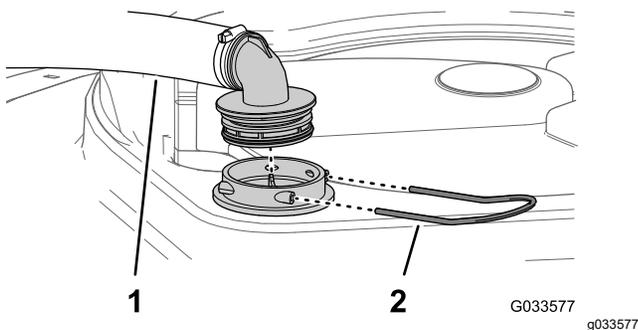

Bild 29
2. Nehmen Sie oben am Sprühbehälter den Halter ab, mit dem das Schlauchanschlussstück befestigt ist, das am dicken Schlauch und dem Filtergehäuse angeschlossen ist (Bild 29).
- Nehmen Sie den Schlauch und das Schlauchanschlussstück vom Filtergehäuse ab (Bild 29).